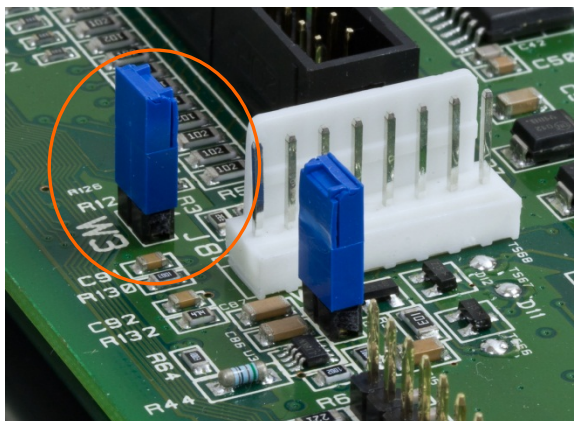

Figura 3-25: Jumper W3 na placa principal analógica do IND560x
- **IMPORTANTE:** A placa opcional IND560x-PAB somente opera com uma versão específica da placa principal analógica do terminal IND560x. A versão correta da placa principal analógica pode ser identificada através do jumper W3, localizado como mostra a Figura 3-18 e indicado na Figura 3-25. Se não houver o jumper W3, a placa principal não é compatível com a placa IND560x-PAB.